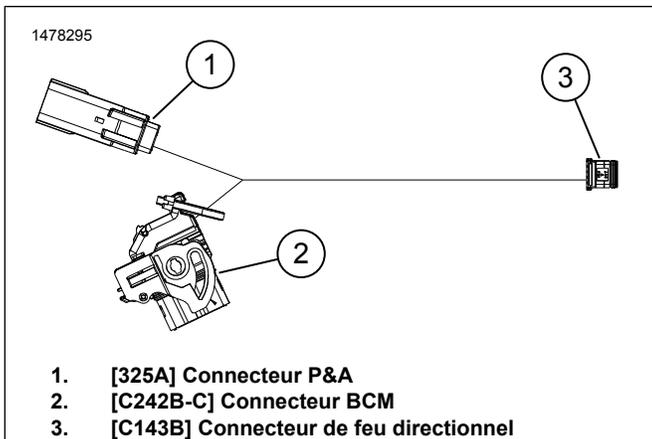

Figure 6. Faisceau de phare adaptatif à LED
7. Voir la figure 6. Installer le faisceau de phare adaptatif à LED :
8. Acheminer le faisceau et le connecteur du phare (3) ainsi que le faisceau principal à l'intérieur du rail du cadre gauche vers le phare.
9. Voir la figure 6. Connecter le connecteur de feu directionnel (3).
1. Voir la figure 6. Retirer le connecteur (3). Voir le manuel de diagnostic électrique.